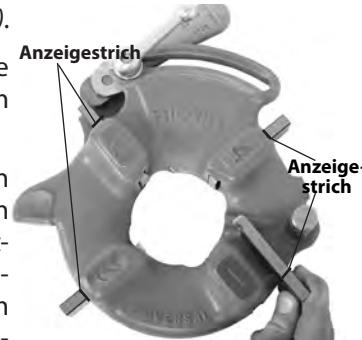

Abbildung 5 – Einsetzen der Schneidbacken
- Heben Sie die Zunge der Scheibe aus dem Schlitz in der Größenskala. Bewegen Sie die Scheibe zum Ende des Schlitzes (Abbildung 5).
- Die entsprechenden Schneidbacken in den Schneidkopf einsetzen, mit der nummerierten Kante nach oben, bis der Anzeigestrich bündig mit der Kante des Schneidkopfs ist (siehe Abbildung 5). Die Zahlen auf den Schneidbacken müssen denen an den Schlitten des Schneidkopfs entsprechen. Wechseln Sie Schneidbacken immer als Satz – Schneidbacken aus verschiedenen Sätzen nicht mischen.